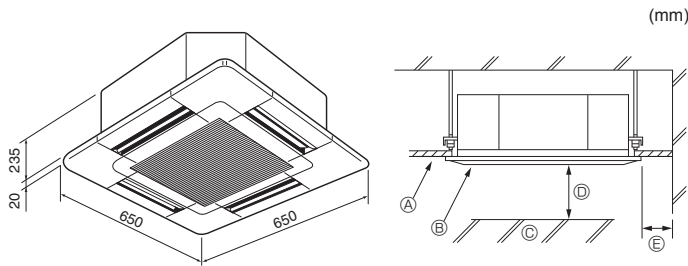

Fig. 3-1
3.1. Unidade interior (Fig. 3-1)